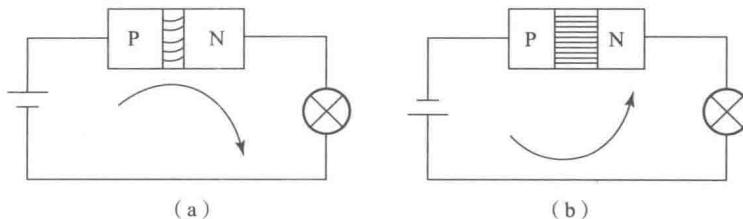

图 1-7 PN 结的单向导电性
(1) PN 结加正向偏置电压。P 区接电源正极，N 区接电源负极，这种接法叫正向偏置，形成正向电流。当外加正向偏置电压稍微增加，则正向电流便迅速上升，PN 结呈现的电阻很小，表现为导通状态，如图 1-7 (a) 所示。
(2) PN 结加反向偏置电压。P 区接电源负极，N 区接电源正极，这种接法叫反向偏置，形成反向电流。由于反向电流的值很小，可以忽略，呈现的电阻很大，表现为截止状态，如图 1-7 (b) 所示。